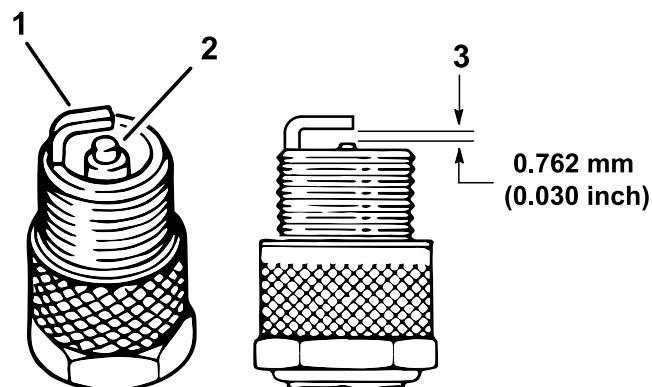

Figura 35
4. Compruebe el estado del electrodo lateral, el electrodo central y el aislamiento del electrodo central para verificar que no están dañados (Figura 35).
5. Ajuste la distancia entre los electrodos central y lateral a 0,762 mm, tal y como se muestra en la Figura 35.